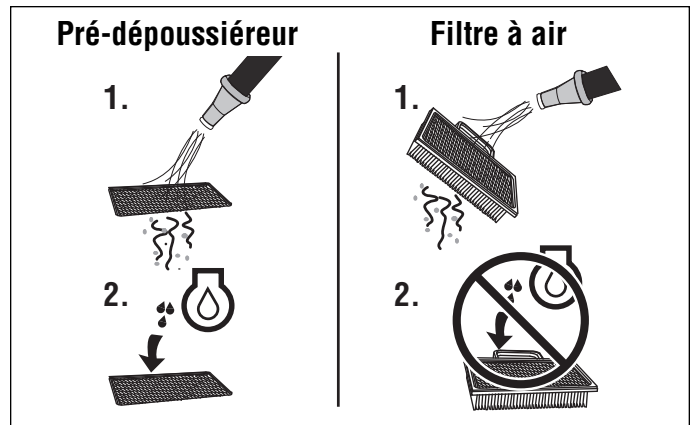

Figure 31. Entretien du filtre à air
1. Laver le pré-dépoussiéreur au détergent liquide et à l'eau (voir Figure 31).
1. S'il est marqué « Lavable », le filtre peut être lavé à l'eau tiède et au savon doux (voir Figure 31).